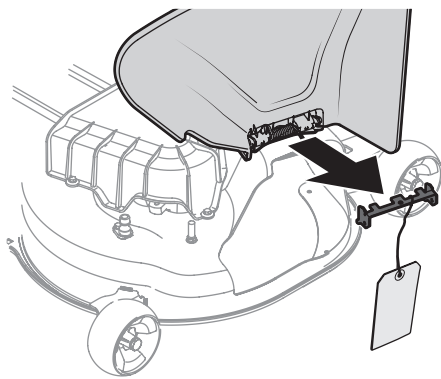

Figure 2-7
7. Relevez le déflecteur d'éjection et maintenez-le dans cette position pour enlever le support. Abaissez le déflecteur d'éjection et jetez le support. Voir Figure 2-7.